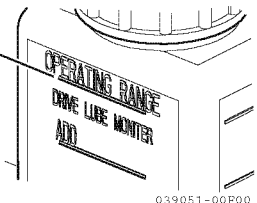

Figure 14
13. Remplissez le réservoir d'huile de sorte que le niveau d'huile se trouve dans l'intervalle de fonctionnement (OPERATING RANGE) (**Figure 14**).